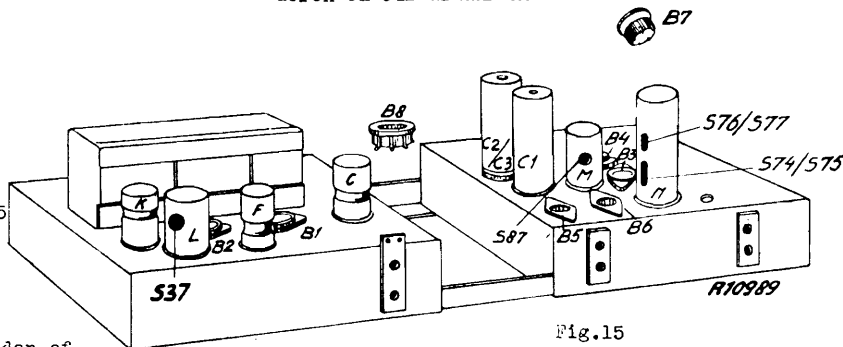

Fig. 15
- S76-S77, S74-S75, S70-S87, S37 op maximum output afregelen. Zie fig. 15